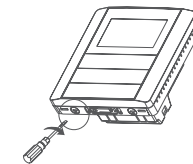

Рис. 1. Демонтаж опорной пластины терморегулятора
- Для установки терморегулятора, при помощи отвертки демонтируйте опорную пластину, повернув отвертку на 180°, как показано на рис. 1.